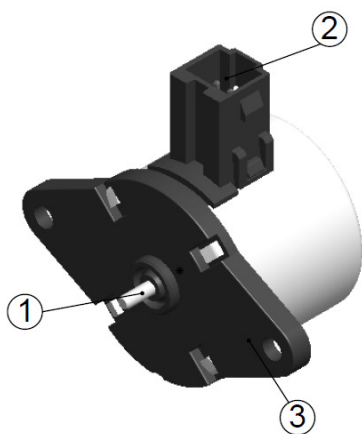

Abb. 1: Schnittstellen
- Die mechanische Schnittstelle (Abb. 1 /1), die aus einer Welle besteht und mit einem Zahnrad oder ähnlichem Element zur Übertragung des Drehmoments an die Kundenapplikation bestückt wird.
- Die elektrische Schnittstelle (Abb. 1 /2), die mit der Spannungsversorgung verbunden wird.
- Die mechanische Schnittstelle (Abb.1 /3), die aus der jeweils gewählten Geometrie des Motorflansches zur Montage an die Kundenapplikation besteht.